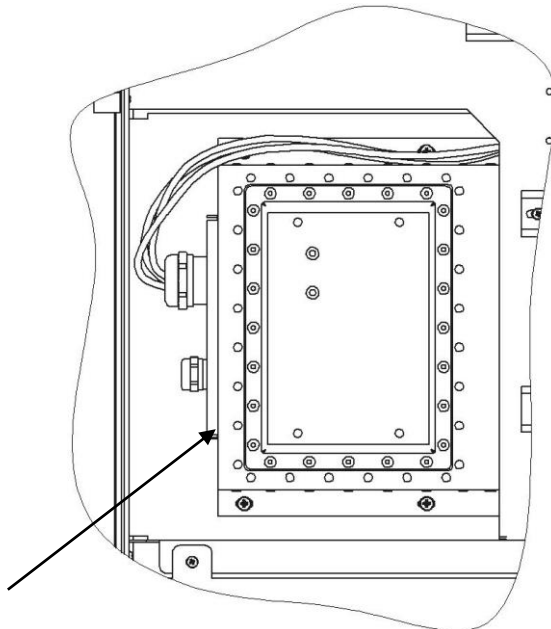

Рис.2 Расположение винтов фиксации блока
2. Открутить винты, крепящие блок защиты от импульсных перенапряжений (в дальнейшем блок), с помощью шестигранного ключа 3 мм или соответствующей биты (рис.2). Снять блок.